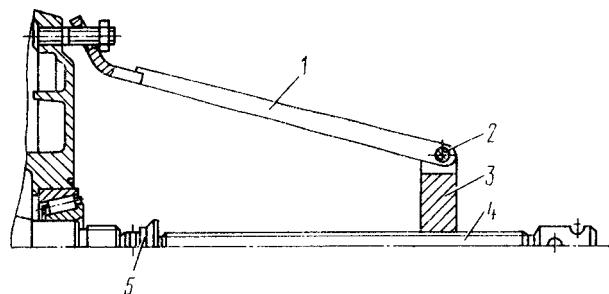

Рис. 231. Снятие ступицы переднего колеса съемником: 1 - лапа; 2 - ось; 3 - траверса; 4 - винт; 5 - наконечник
- снимите ступицу съемником И801.38.000 (рис. 231), для этого наденьте лапы 1 на шпильки ступицы и закрепите гайками колеса. Упирая наконечник 5 в поворотный кулак, вворачивайте винт 4 в траверсу 3 до полного снятия ступицы.